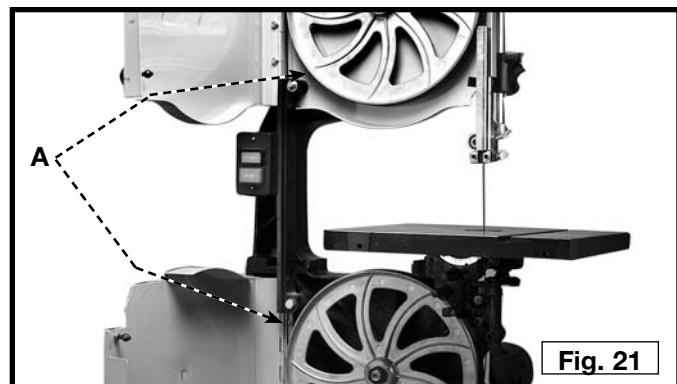

Fig. 21
5. Placer la lame sur les deux ensembles de roues (A) fig. 21.